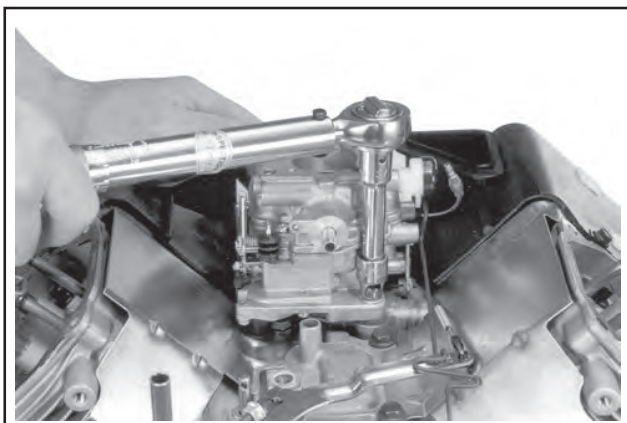
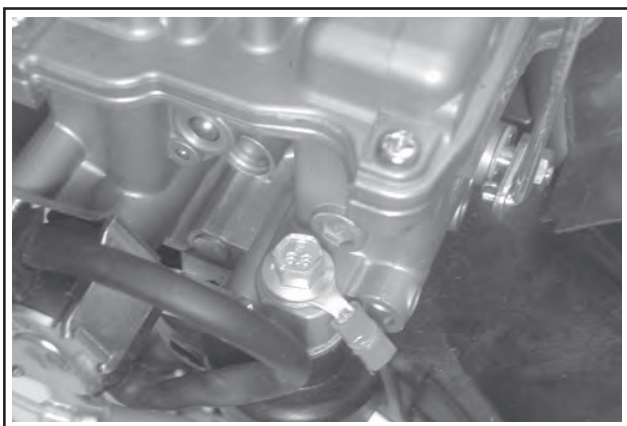

Abbildung 11-76. Installation der Vergasereinheit.
Abbildung 11-77. Massekabel auf Montageschrauben Vergaser (einzyklindriger Vergaser).
- Den Vergaser, das Gestänge des Gashebels und den Drehzahlreglerhebel einbauen, ohne diese in die Einzelteile zu zerlegen. Siehe Abbildung 11-76. Wird ein Ansaugkrümmer aus Kunststoff verwendet und der Vergaser ist mit einem Kraftstoffabstellmagnet ausgestattet, so ist das Massekabel an die Montageschraube des Vergasers anzuschließen. Siehe Abbildung 11-77.